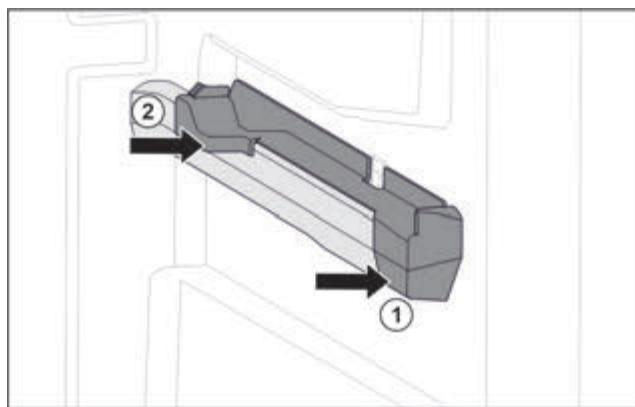

Fig. 94 Вставна частина на правому ребрі для резервуару
- Одягти вставну частину вперед на ребро резервуару. Fig. 94 (1)
- Притиснути вставну частину позаду. Fig. 94 (2)